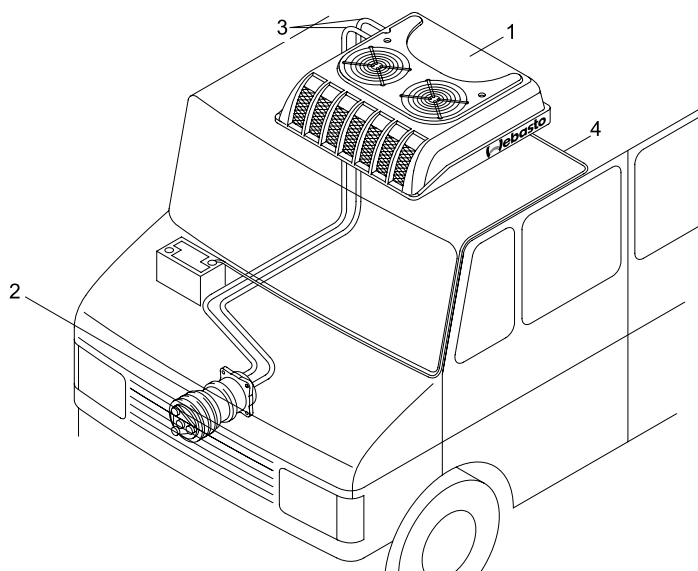

Рис. 2.1
Кондиционер СС5 (Рис. 2.1) состоит из наружного блока (1) и компрессора (2). Эти агрегаты с помощью двух шлангопроводов (3) присоединены к контуру циркуляции хладагента. Напряжение питания поступает по кабелю (4) от системы электроснабжения транспортного средства. В зависимости от напряжения питания в системе электроснабжения транспортного средства установка может поставляться в двух вариантах: рассчитанная на напряжение 12 В или на напряжение 24 В.